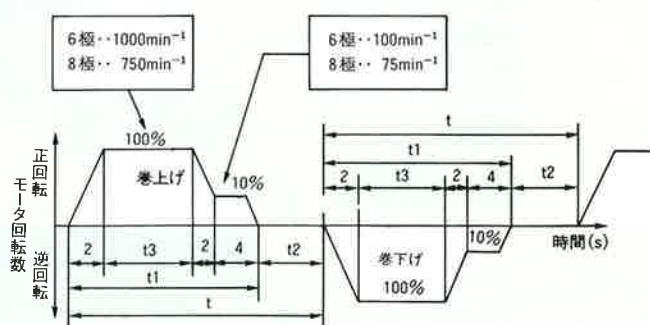

図1 運転パターン
- ①周囲温度は、-10～40℃
- ②定格は、S3、60%とし、加速時間2秒、減速時間2秒、低速運転4秒とし、繰り返し使用頻度が変わっても同じとします。
- ③繰り返し使用頻度、サイクルタイム、モータトルク（負荷率）は表1、図1、2に示すとおりとします。
- ④変則範囲は1:10（低速運転は、定格回転数の1/10速度）とします。